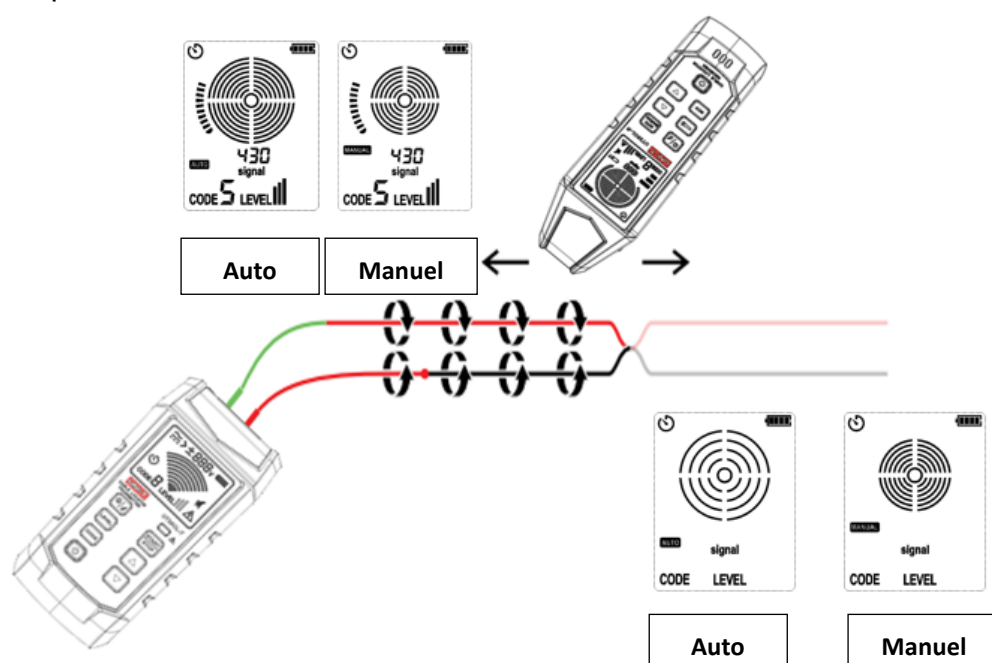

Figure 8.3.1a Identification des courts-circuits par le suivi du câble
1. Connectez le cordon de test de l'émetteur au circuit, comme indiqué à la figure 8.3.1a.